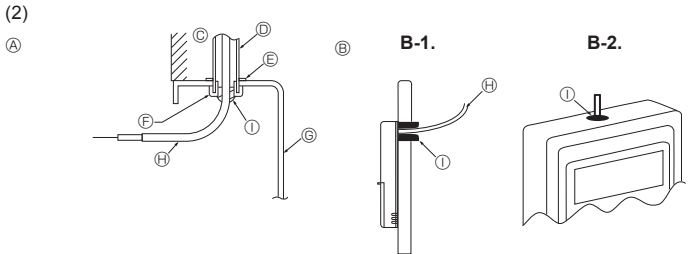

Fig. 6-3
(2) Çiğ damlaları, su, hamamböceği ve kurtçuk girişini önlemek için uzaktan kumandanın bakım girişini macunlayın. (Fig. 6-3)